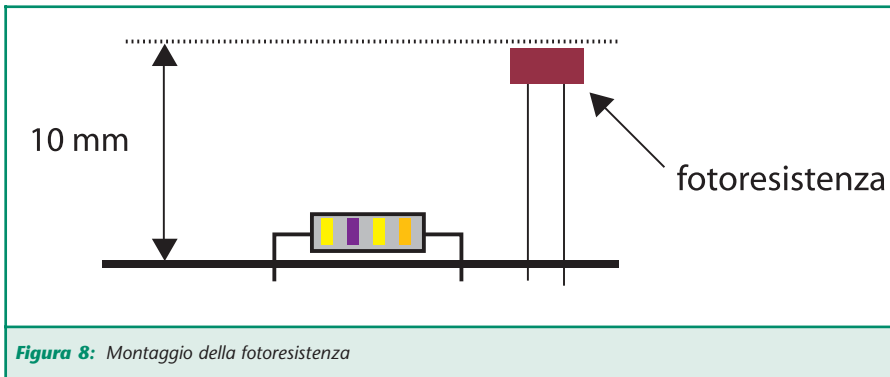

Figura 8: Montaggio della fotoresistenza
- La fotoresistenza (il suo corpo deve trovarsi a 10 millimetri dalla scheda, come mostra la figura 8).